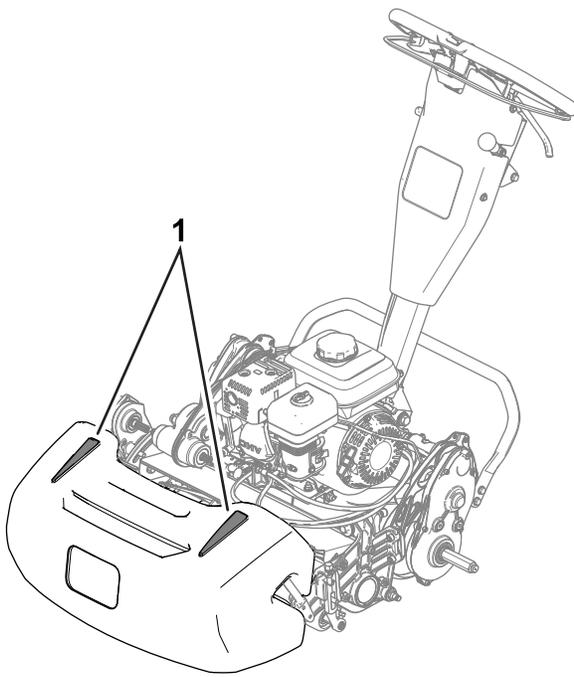

図 24
- 真っ直ぐに刈るコツの一つは、集草バスケットについている線 **図 24**を目安にして、となりの刈り跡と平行に、常に一定の距離をおいて歩くことです。